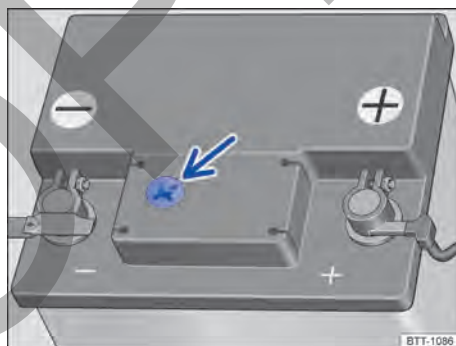

Fig. 191 Mirilla en la parte superior de la batería de 12 voltios (representación esquemática).
- Procure disponer de buena iluminación para poder distinguir bien el indicador de color en la mirilla redonda de la parte superior de la batería de 12 voltios → fig. 191 (flecha). No utilice nunca una llama desprotegida u objetos incandescentes para alumbrarse.